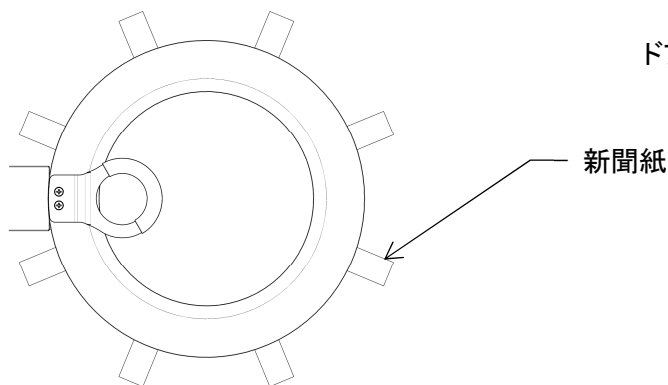

図 8-10
- ・その紙を(図 8-10)の様にドアパッキンとドア口金の間に挟み、ドアを閉めます。この時、水分は十分拭取られ、しばらくドアを開放し乾燥されていなくてはなりません。